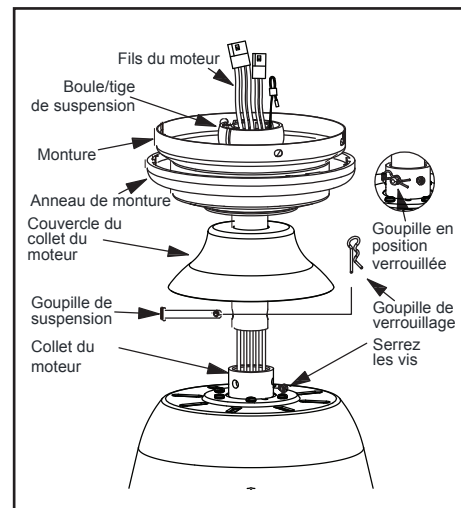

Figure 7
4. Faites passer les fils sortant du dessus du moteur du ventilateur par le couvercle décoratif du collet du moteur puis par l'anneau de montage. Assurez-vous que les ouvertures en fente sont orientées vers le haut. Faites passer les fils à travers la monture et ensuite à travers l'ensemble boule/tige de suspension. (Figure 7)
6. Alignez les trous au bas de la tige de suspension avec les trous du collet sur le dessus du boîtier du moteur. (Figure 7)
Insérez avec précaution la goupille de suspension dans les orifices du collet et de la tige de suspension. Faites attention à ne pas coincer les fils à l'intérieur de la tige de suspension avec la goupille de suspension. Insérez la goupille de verrouillage dans le trou près de l'extrémité du boulon jusqu'à ce qu'elle se bloque en place, tel qu'indiqué dans le médaillon circulaire de la Figure 7.